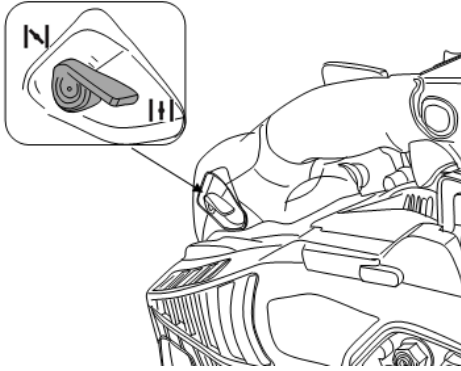

Abb. 17
8) Beim Drücken des Gashebels wird der Chokeregler automatisch in die geöffnete Position gestellt (Abb. 17).
- 2) Bringen Sie den Chokehebel in die Stellung „OPEN“ (Abb. 17).